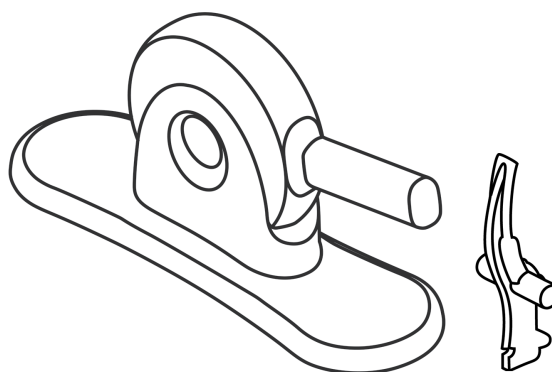

Figura 5: Compressor Edwards e tampão do compressor de 2 peças
• **Compressor Edwards e tampão do compressor (Figura 5)**